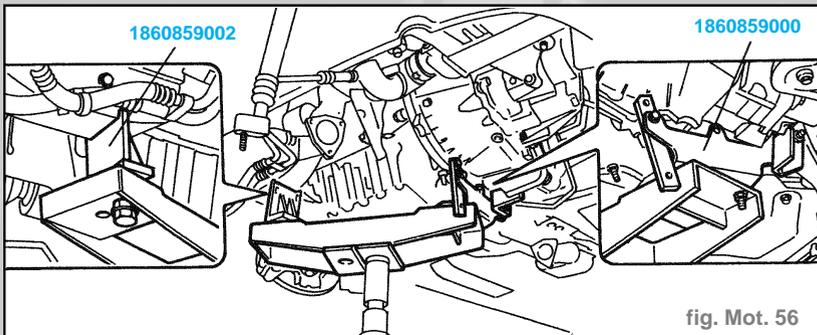

fig. Mot. 56
- Placer l'outil **1860860000** avec les deux étriers pour soutenir le groupe motopropulseur sur le vérin hydraulique ; le fixer ensuite au groupe à l'aide des outils représentés (fig. Mot. 56).